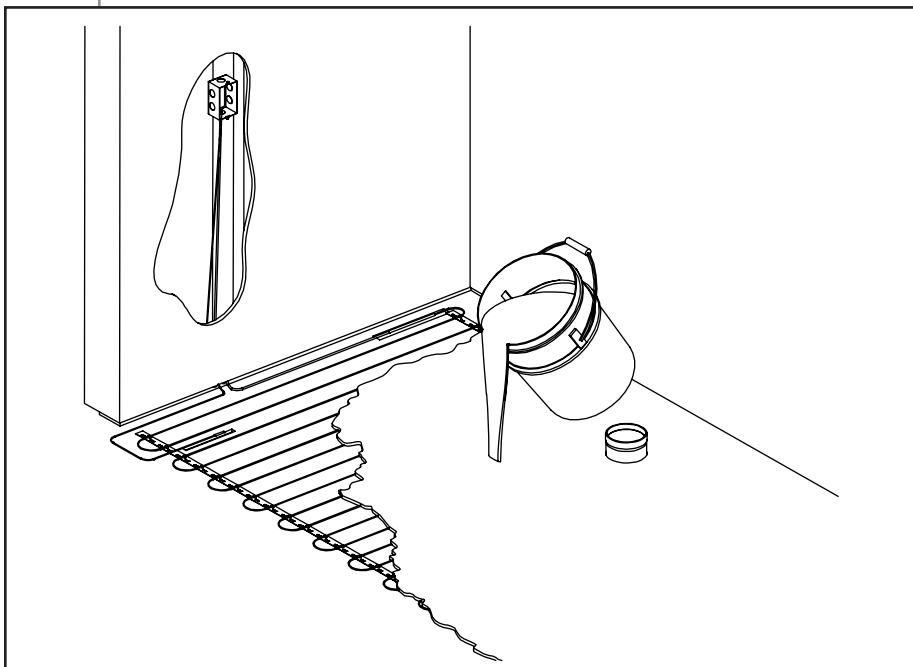

Figure 4.6
- Enrober complètement le système du câble chauffant dans le ciment autonivelant (figure 4.6). Il est primordial que TOUT le câble chauffant noir soit enrobé dans le ciment. Aucune partie du câble chauffant ne doit faire saillie (on peut laisser un câble ressortir un peu (dessus) SEULEMENT SI on remet de la colle à céramique par la suite ET enrobe complètement cette partie);